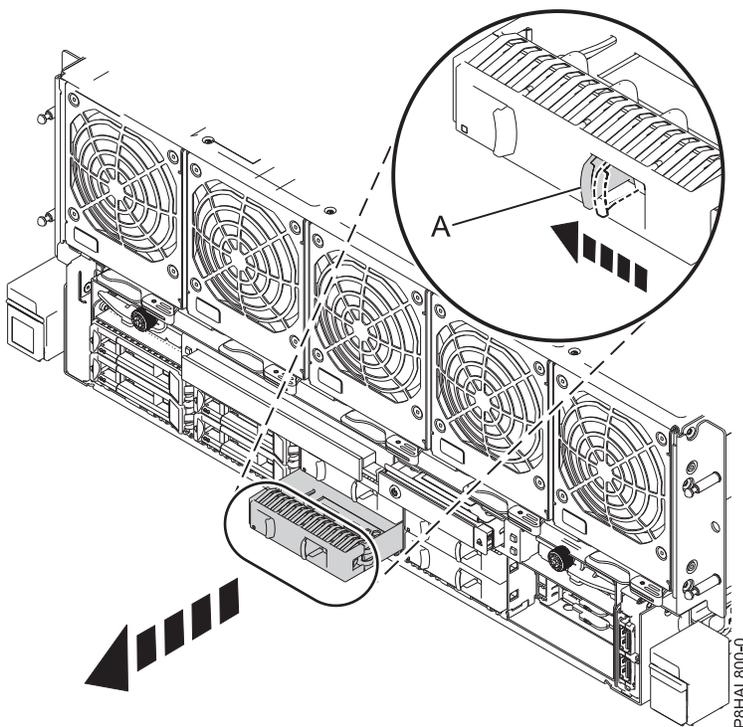

Abbildung 12. Plattenlaufwerk-Platzhalterelement ausbauen - System vom Typ 8408-44E oder 8408-E8E
- a. Schieben Sie die Sperre (A) am Griff des Platzhalterelements in die in Abb. 12 gezeigte Richtung.